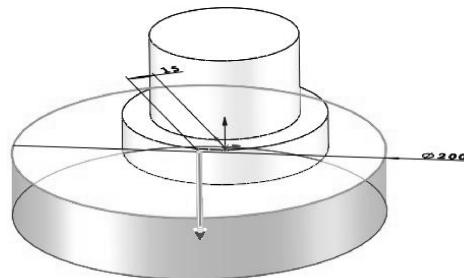

图 3-22 创建拉伸特征 1
- 单击 $\checkmark$ 按钮，完成拉伸特征的创建，结果如图 3-22 所示。